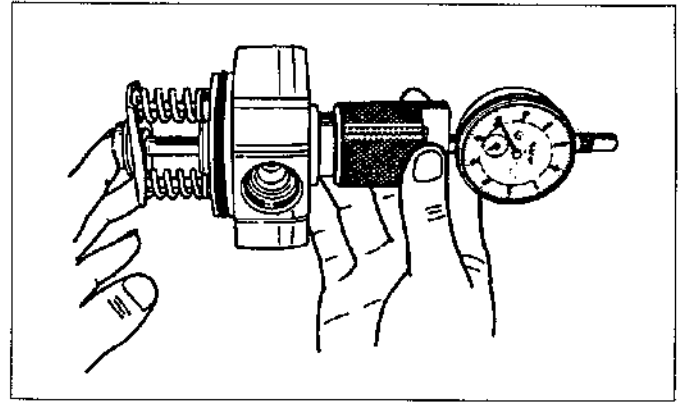

Figura.14-24 Medición de la carrera KF
(4) Empuje un poco el émbolo distribuidor con el dedo para que la STT se empuje contra el extremo de la cabeza de distribución, y mida entonces la carrera "KF" como se ilustra en la figura.14-24.